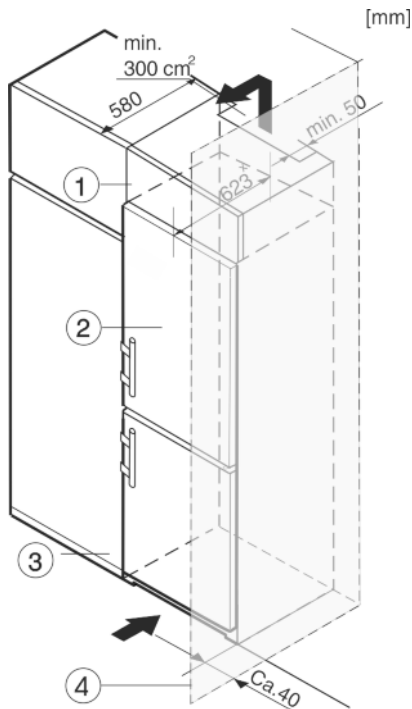

Fig. 11
L'appareil peut être entouré de meubles de cuisine. Pour adapter l'appareil Fig. 11 (2) à la hauteur des placards de la cuisine intégrée, on peut placer un élément haut Fig. 11 (1) au-dessus de l'appareil.
Si l'appareil est installé avec les charnières à côté d'un mur Fig. 11 (4), la distance entre l'appareil et le mur doit être de 40 mm min. Ceci correspond à la saillie de la poignée lorsque la porte est ouverte.